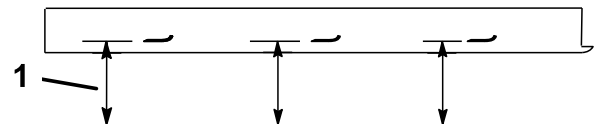

Figure 49
2. Mesurez la distance entre la surface plane et le tranchant (position A) des lames (Figure 49). Notez cette valeur.